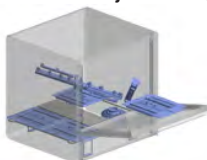

Fig. 6
- Si présentes, retirer les filtres de surface et les nettoyer avec une brosse sous l'eau courante (voir Fig. 6).